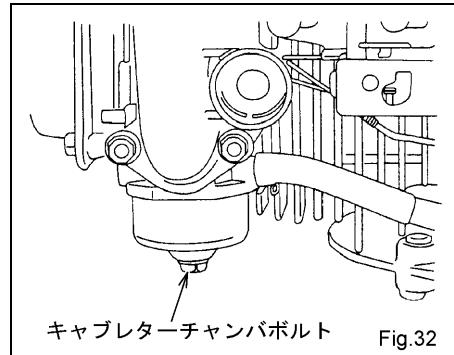

Fig.32
- (1) エンジンの外観をきれいに清掃して下さい。
- (2) キャブレターの下付近に適当な容器を置いて下さい。
- (3) キャブレターチャンバボルト（10mm）を取り外して、燃料タンク内の燃料を容器へ抜き取って下さい。（Fig.32）
- (4) 燃料が抜き終われば、キャブレターチャンバボルトはしっかりと締め付けて下さい。
- (5) 点火プラグを外し、プラグ穴からエンジンオイルを約1mL程度注油して、リコイルスターターグリップを1~2回ゆっくり引いて下さい。
- (6) 点火プラグを組み付けてからリコイルスターターグリップを引いて、圧縮を感じる位置で止めて下さい。（これで吸気と排気のバルブが閉じて、エンジン内が外気と遮断された状態となってサビを防止します。）
- (7) 交換の必要な部品は交換し、各部のボルト・ナットを点検してゆるんでいましたら確実に締め付けて下さい。
- (8) エアクリーナを清掃して下さい。
- (9) さびやすい部品にグリスかエンジンオイルを塗布して下さい。
- (10) 本機及びエンジンに付着したゴミ等はきれいに清掃して下さい。
- (11) カバーをかけ、湿気やホコリの少ない風通しの良い場所に保管して下さい。
- (12) 子どもの手が届かない鍵のかかる場所に保管して下さい。
- (13) 長期保管後、本機を使用する前には新しいエンジンオイルと交換して下さい。